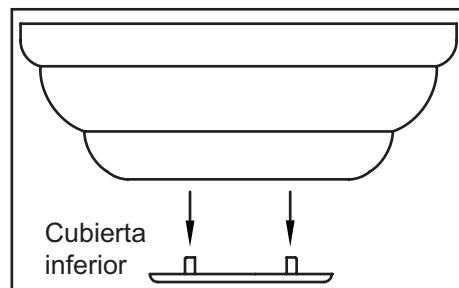

Figura 9
CUANDO MONTES EL VENTILADOR EN UN TECHO INCLINADO, DEBES USAR EL MÉTODO DE MONTAJE CON TUBO BAJANTE Y BOLA ESTÁNDAR. LA PLACA DE MONTAJE DEBE ESTAR INSTALADA DE MANERA TAL QUE LAS ABERTURAS EN FORMA DE RANURA QUEDEN EN EL LADO INFERIOR, DESLIZANDO LA PLACA DE MONTAJE DESDE LA PARTE SUPERIOR HACIA ABAJO. SI EL ÁNGULO DE MONTAJE ES MAYOR, RETIRA LA CUBIERTA INFERIOR DECORATIVA DE LA CUBIERTA (FIGURA 9).
3. Retira la cubierta inferior decorativa de la cubierta oprimiendo los tres pernos (Figura 9).